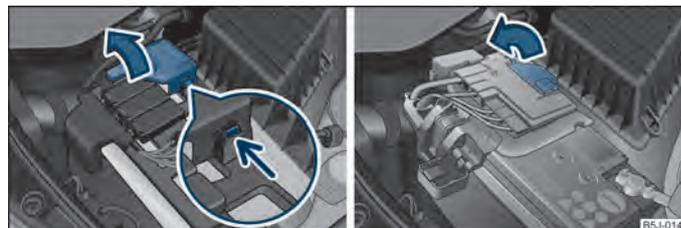

Fig. 127 Batteria: sollevare il coperchio (cambio automatico) / (cambio meccanico)
- Disimpegnare il dispositivo di bloccaggio sul lato del polo positivo della batteria ⇒ fig. 127.
- Sollevare il coperchio nel senso indicato dalla freccia ⇒ fig. 127 (cambio automatico) o ⇒ fig. 127 (cambio meccanico).